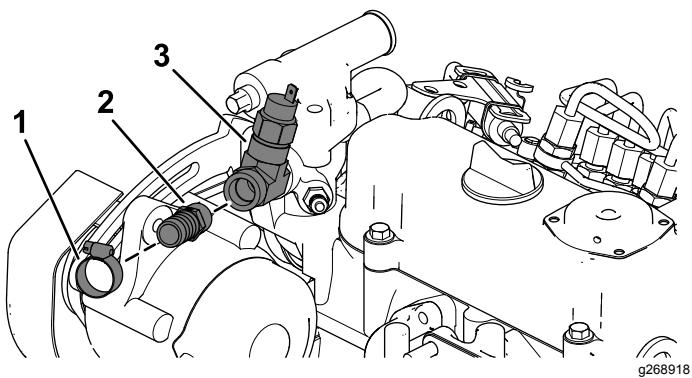

図 16
- D. ホース $\frac{3}{8}$ "とアダプタフィッティング $\frac{5}{8}$ "をホースクランプで取り付ける図 16。